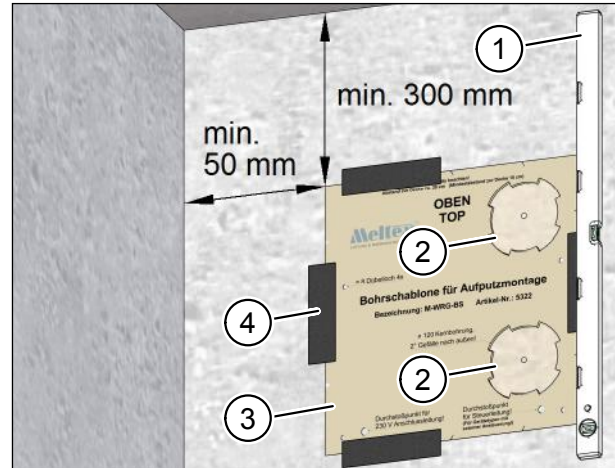

Abb. 9: Position der Kernlochbohrungen markieren
- ▶ Drücken Sie die vorgestanzten Ausschnitte (Pos. 2 in Abb. 9) für die Kernlochbohrungen aus der Bohrschablone.
- ▶ Setzen Sie die Bohrschablone (Pos. 3 in Abb. 9) am Montageort an der Innenwand an.
- ▶ Richten Sie die Bohrschablone mit der Wasserwaage (Pos. 1 in Abb. 9) aus.
- ▶ Fixieren Sie die Bohrschablone mit Klebeband (Pos. 4 in Abb. 9).